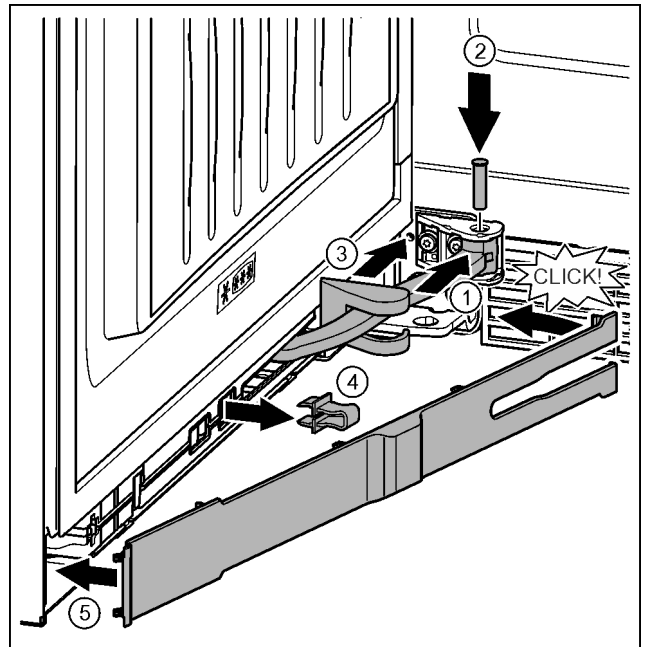

Fig. 40
- ▶ Gelenk in Aufhängung drehen. Fig. 40 (1)
- ▶ Bolzen mit einem Schraubendreher T15 in Aufhängung und Gelenk einsetzen. Dabei darauf achten, dass der Rastnocken korrekt in der Nut sitzt. Fig. 40 (2)
- ▶ Lagerbockabdeckung entlang des Gelenks schieben und über der Aufhängung montieren. Fig. 40 (3)
- ▶ Sicherung abnehmen. Fig. 40 (4)
- ▶ Blende griffseitig ansetzen und einschwenken. Fig. 40 (5)